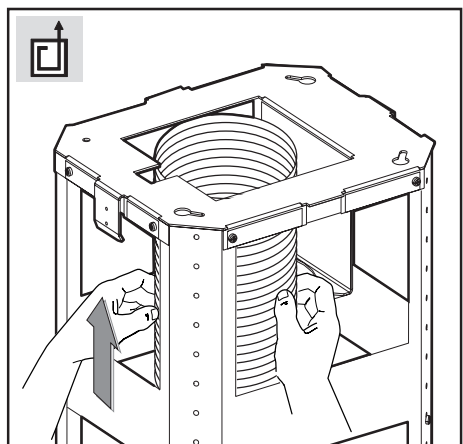

Fig.7
- Version aspirante**: fixer le tuyau flexible au trou d'évacuation air disposé préalablement (fig. 7).